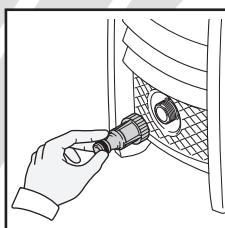
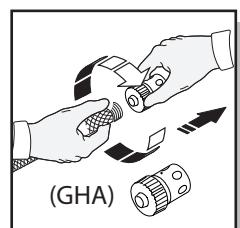
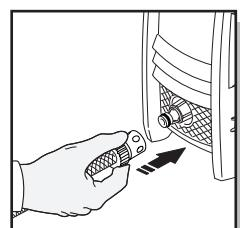

Fig. 11
Fig. 12
Fig. 13
- Premièrement, enlever le plastique qui empêche la couverture sur l'arrivée d'eau sur le devant de la rondelle de pouvoir. Attacher l'adaptateur en plastique clair en le vissant dans l'arrivée d'eau (la fig. 11). Transmettre tendu est fin. La prochaine vis sur l'attachement de col bleu/noir à votre tuyau de jardin (la fig. 12). Glisser le col bleu/noir sur l'adaptateur clair (la fig. 13), il « cliquera » à sa place. L'eau est maintenant connectée à votre rondelle de pouvoir.